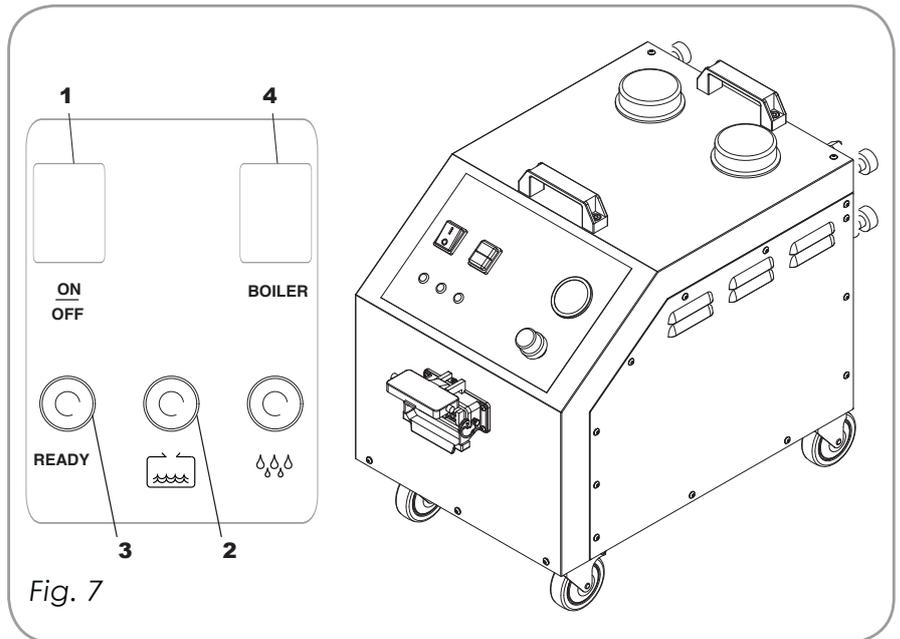

Fig. 7
Conectar el interruptor general y el interruptor de la caldera (pos.1-4 fig. 7), durante la fase de calentamiento el indicador luminoso verde parpadea. Cuando se alcanza la presión óptima, el indicador luminoso verde (3 fig. 7) se enciende y permanece fijo. A este punto ya se puede dispensar vapor.